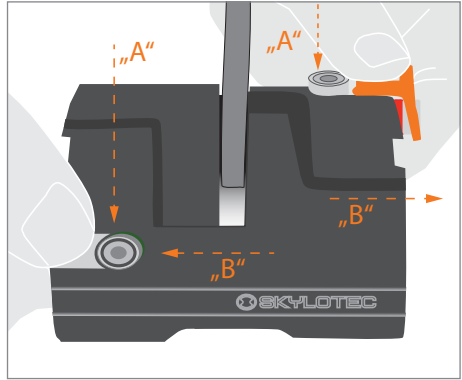

Abb. 3
3. den Läufer zuerst an einer Seite „1“ der Schiene auf der Lauffläche ansetzen (Abb. 3)
4. den Läufer dann auf die Schiene setzen „2“ und loslassen, er muss hörbar und sichtbar einrasten (Abb.3)
3. First, place the runner at a point „1“ of the rail on the running surface (Fig. 3)
4. Then place the runner on the rail „2“ and release, it must audibly and visible engage (Fig. 3)